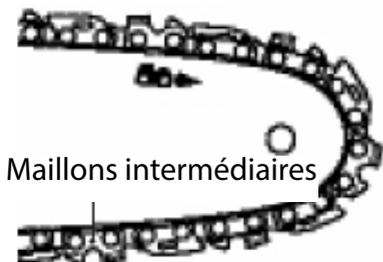

Fig. 11
- Vérifier la tension de chaîne en utilisant une seule main pour enlever la chaîne de sciage (14) contre le poids du produit. La tension correcte de la chaîne est atteinte lorsque la chaîne de la tronçonneuse peut être soulevée du guide-chaîne d'environ 2 à 4 mm à partir de son centre. (Fig. 11, 12).